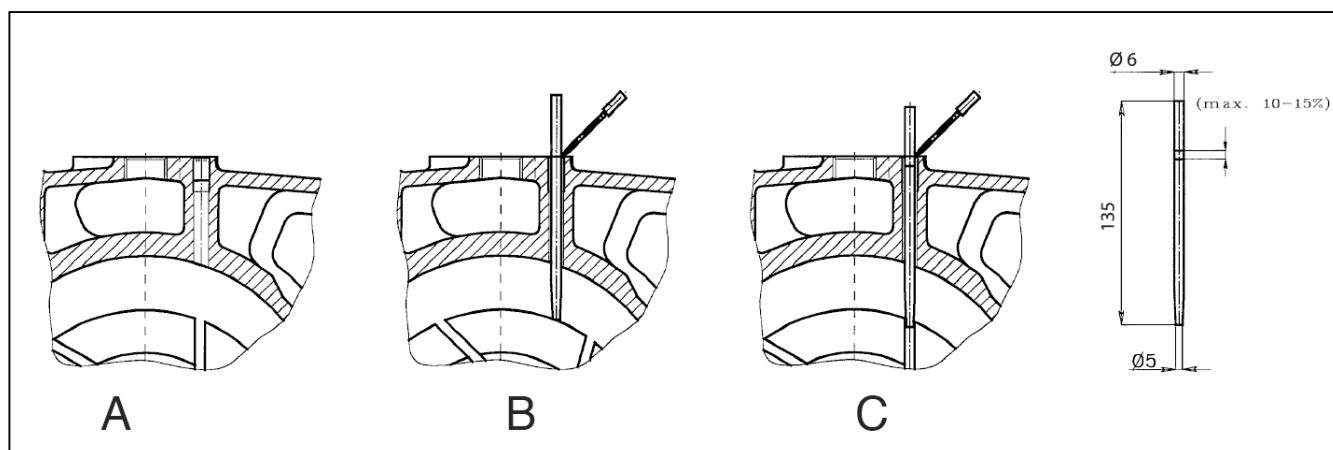

Figure 14
- 7) lever de nouveau la tige à la hauteur de l'orifice d'inspection (voir Figure 14);